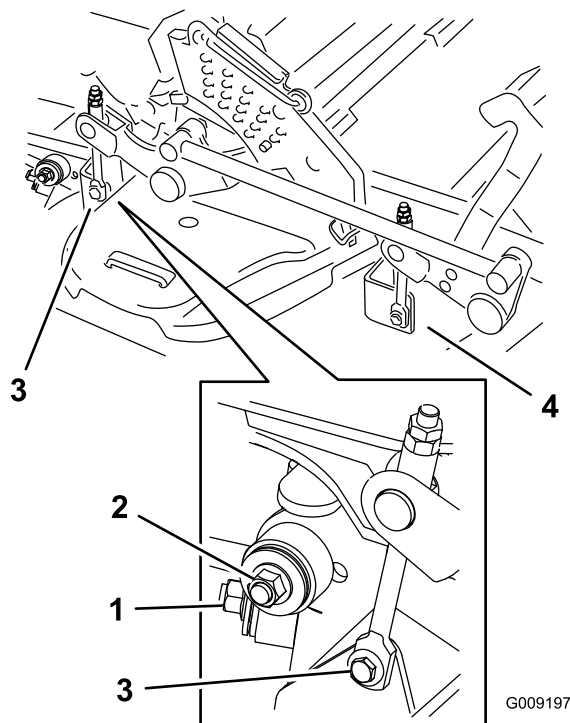

Figura 101
8. Rimuovete e conservate la bulloneria su ambo i lati del piatto di taglio come mostrato in (Figura 101).